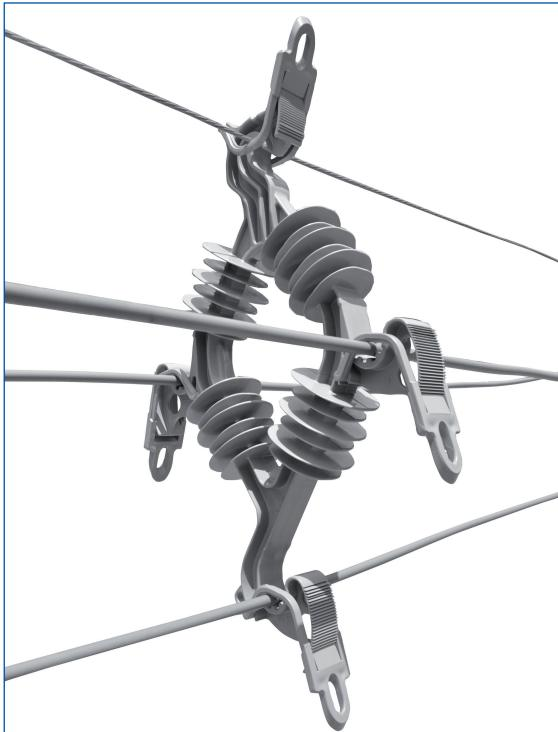

Figura 5
5. Espaçador totalmente instalado. (Figura 5)